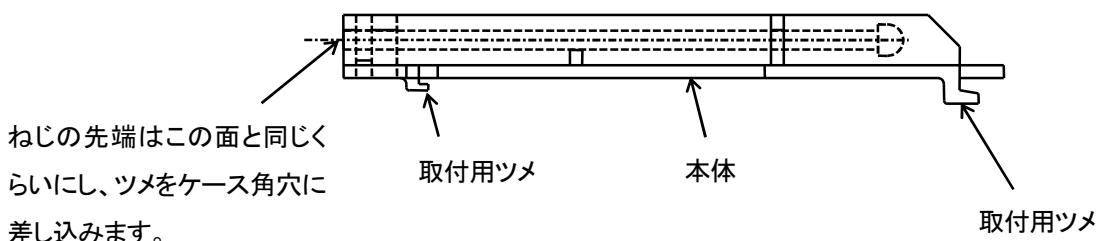

図3.2 取付ユニット
- 1) 付属品の取付ユニットを、図3.2に従って準備します。